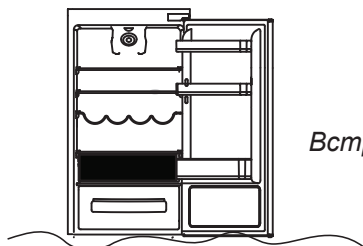

Рис.4
• Чтобы сохранить аромат, питательные свойства, и свежесть пищи, рекомендуется хранить пищу в холодильном отделении, как показано на представленном ниже Рис. 4. Заверните продукты в алюминиевую фольгу или в пластиковую пленку, или храните пищу в подходящих закрытых контейнерах. Это необходимо для того, чтобы пища не впитывала запахи от других хранящихся в холодильнике продуктов.